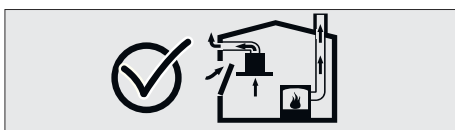

Fig. 4
- Portanto, deve ser assegurada uma entrada adequada de ar fresco. Fig. 4